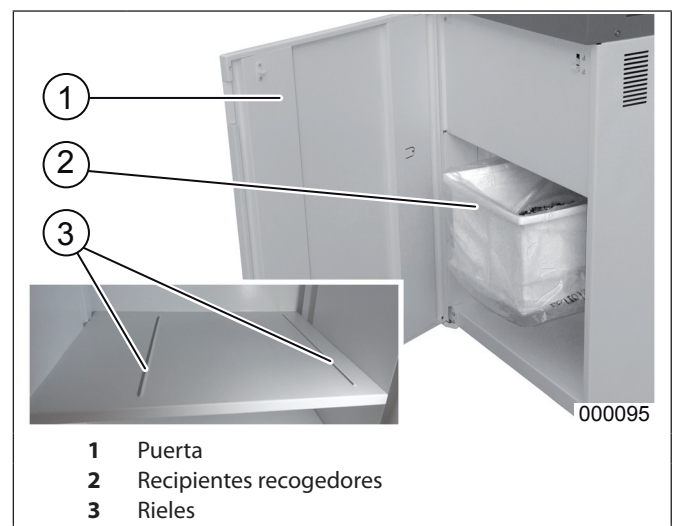

Fig. 4 Recipientes recogedores
Si el recipiente recogedor está lleno, el motor se apaga. El indicador de control (Fig. 1/4) se ilumina. Los indicadores de control arqueados (Fig. 1/9) parpadean. Vacíe el recipiente recogedor (Fig. 4/2) de la siguiente manera:
1. Abra la puerta (Fig. 4/1).
6. Vuelva a colocar el recipiente en la máquina. Coloque el recipiente recogedor correctamente entre los dos rieles (Fig. 4/3) y desplácelo hasta la pared del fondo.